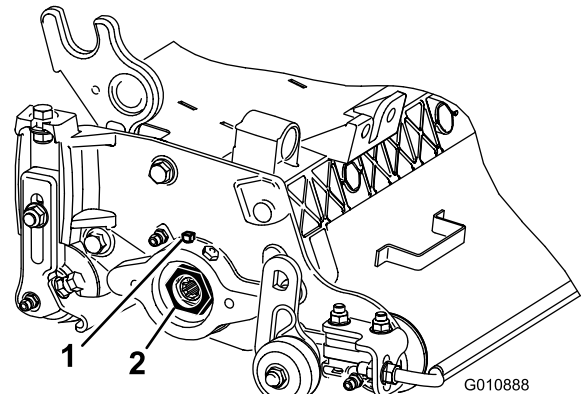

Bild 17
- A. Lösen Sie die externen Stellschrauben, mit denen die Einstellmutter des Lagers am Lagergehäuse links am Mähwerk befestigt ist (Bild 17).